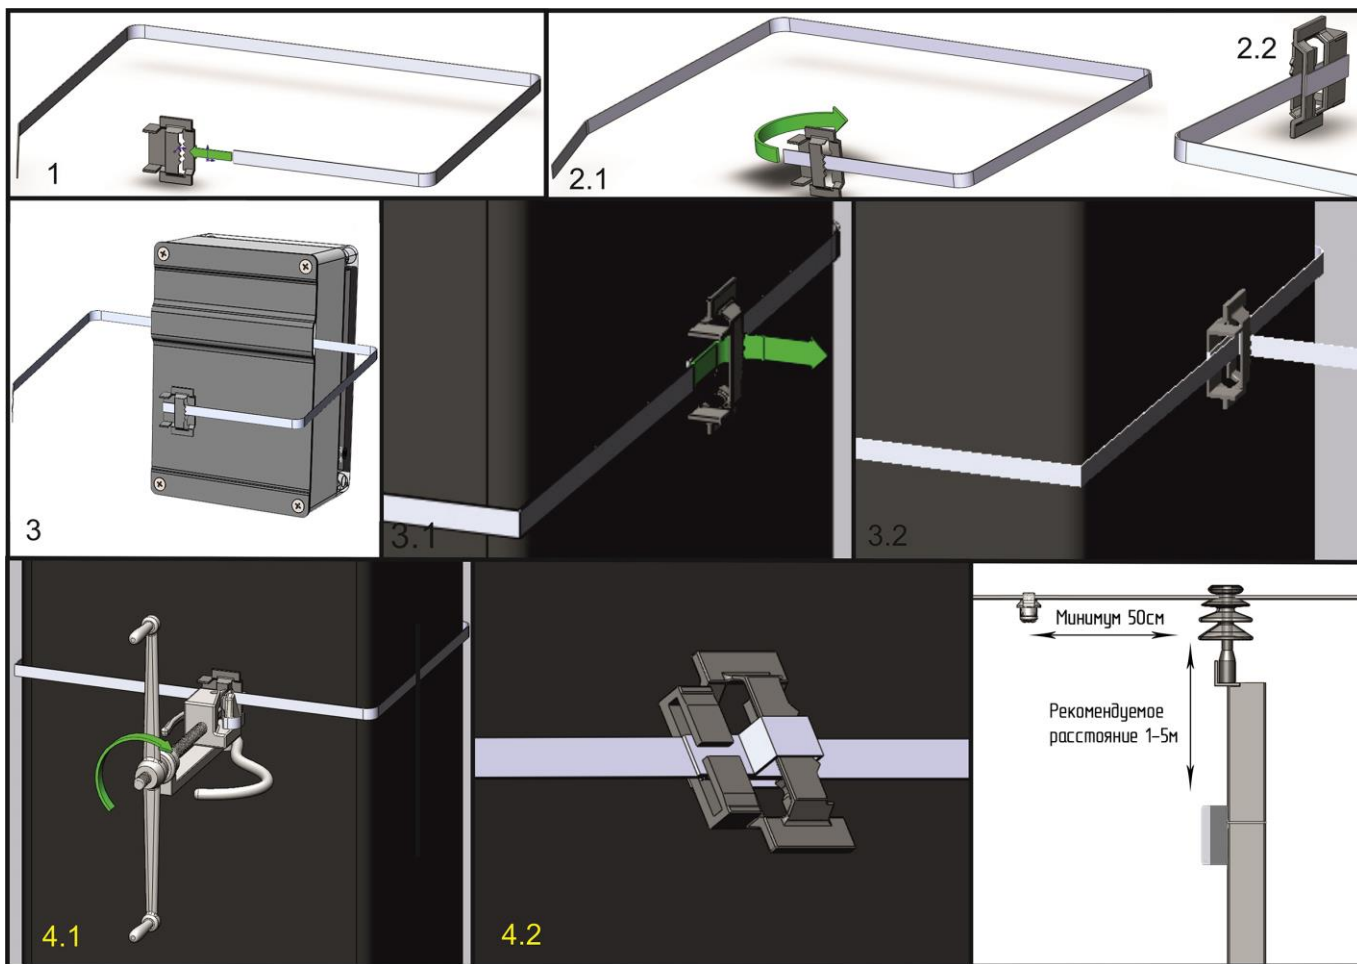

Рисунок 5 – Порядок установки блока БСПИ-ЗЛ-МР на опору
2.5.2 Порядок установки блока БСПИ-ЗЛ-МР на опору приведен далее на рисунке (см. Рисунок 5).